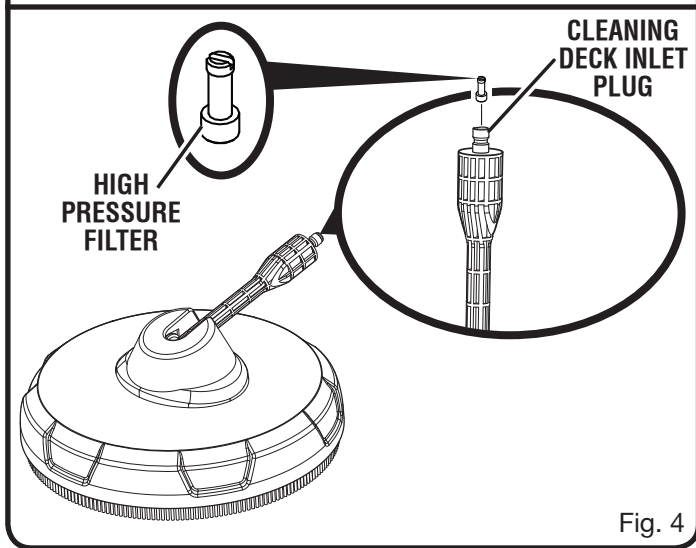

Fig. 4
See Figure 4.
- Place a flat head screwdriver in the slot of the high pressure filter inside the cleaning deck inlet plug, shown in figure 4, and
Voir la figure 4.
montré à la Fig. 4, et tourner dans le sens antihoraire. Le filtre sera ainsi dévissé et pourra être retiré.